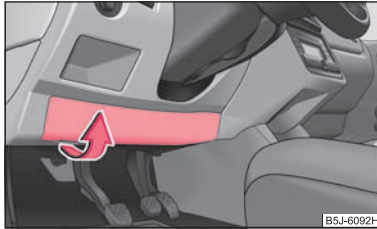

Fig. 156 Tabloul de bord, partea de jos: Capacul suportului de siguranțe
- Rabatați capacul cu atenție în sensul indicat de săgeată și scoateți-l ⇒ fig. 156.